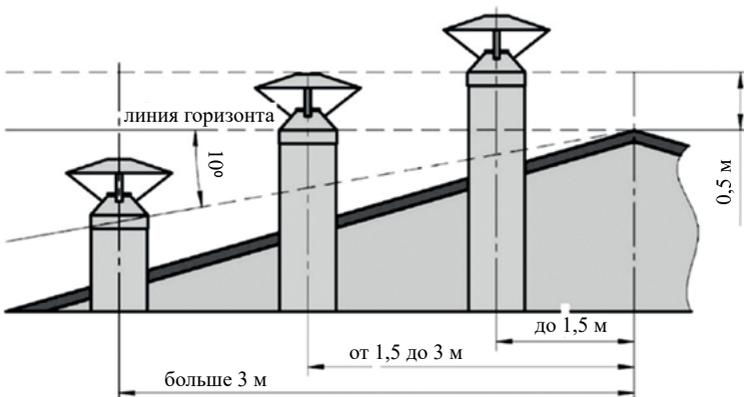

Рисунок 1: высота дымоходной трубы.
- не ниже линии, проведенной от конька под углом  $10^\circ$  к горизонту, при расположении дымовой трубы от конька на расстоянии более 3 м (рисунок 1).